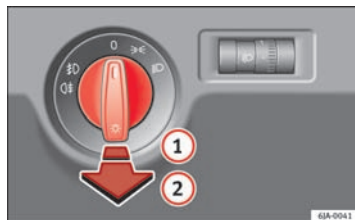

Fig. 56 Kombiinstrument: lyskontakt
- Drej først lyskontakten ⇒ Fig. 56 til position ☞ eller ☞.
- Træk lyskontakten til position ①. ▶
- Drej først lyskontakten ⇒ Fig. 56 ⇒ Side 92 til position  $\text{☾}$  eller  $\text{☾}$ .
- Træk lyskontakten til position ②.